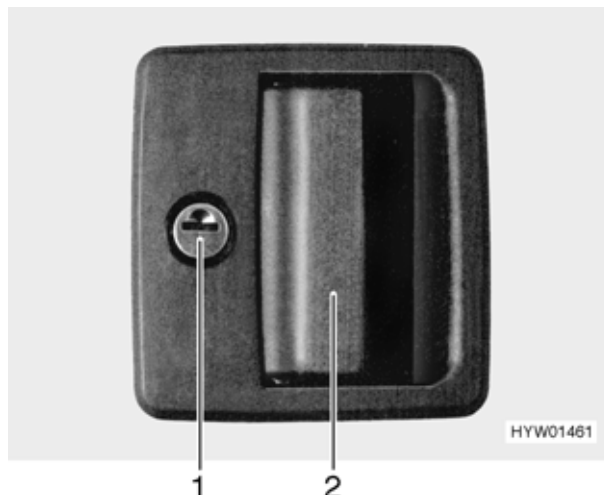

Fig. 24 Serratura della porta di ingresso e porta guidatore, lato esterno
- Inserire la chiave nel cilindro della serratura (Fig. 24,1) e girare in senso orario, fino a quando la serratura della porta si sblocca.
- Aprire la porta tirando la maniglia (Fig. 24,2).
- Inserire la chiave nel cilindro della serratura (Fig. 24,1) e girare in senso antiorario, fino a quando la serratura della porta si blocca.